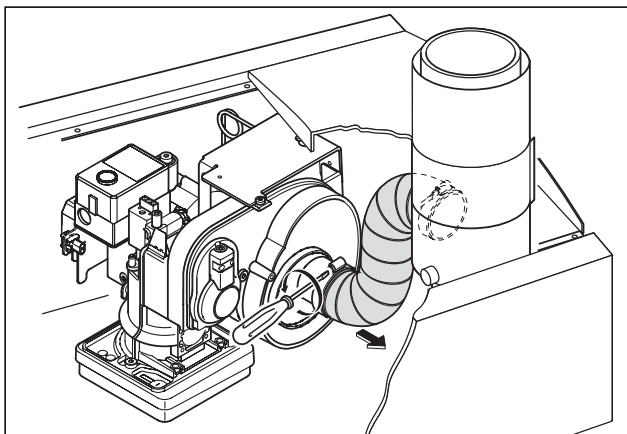

Abb. 7.2 Zuluftschlauch lösen
- Lösen Sie den Zuluftschlauch am Gebläse und die Serviceschraube (1) (siehe Abb. 7.2) am Brennerflansch.